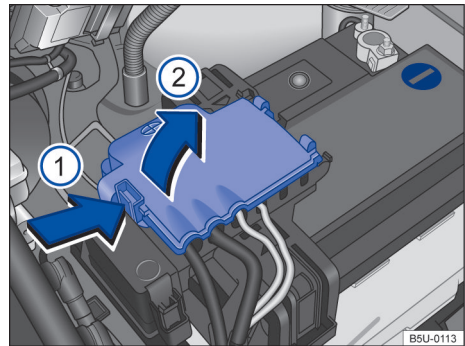

Fig. 134 Compartimento do motor: acesso ao terminal positivo da bateria.
- Abrir a cobertura do polo positivo. Para abrir pressionar a trava no sentido da seta → Fig. 134 ①, rebater a cobertura para o lado no sentido da seta ②.